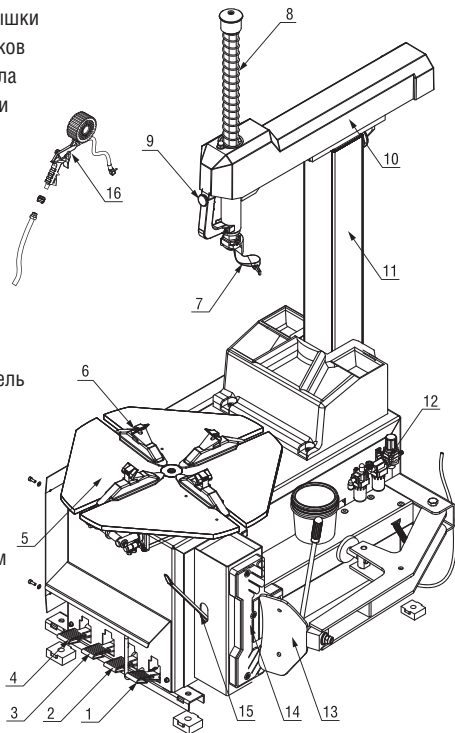

Рисунок 2 – Общий вид шиномонтажного стенда
2. Нажмите педаль вращения стола (3, рис. 2). Монтажный стол должен вращаться по часовой стрелке. Поднимите педаль. Стол должен вращаться против часовой стрелки.
3. Нажмите педаль отжима покрышки (1, рис. 2) до срабатывания лопаты отжима. При отпускании педали она должна вернуться в исходное положение.
4. Нажмите педаль зажима кулачков (2, рис. 2) для разведения кулачков. При повторном нажатии на педаль кулачки сходятся.
5. Нажмите на спусковой крючок на пистолете накачки для выпуска воздуха из наконечника (16, рис. 2).
2. Установите колесо на монтажный стол (5, рис. 2).
- Поместите четыре кулачка (6, рис. 2) в положение, отмеченное маркировкой на столике, выжимая до половины вниз педаль зажима (2, рис. 2).
4. Опустите штангу (8, рис. 2), пока монтажная головка (7, рис. 2) не окажется рядом с ободом над колесом. При помощи блокировки зафиксируйте положение штанги.
6. Поднимите закраину покрышки на носик монтажной головки. Для этого вставьте монтажную лопатку между закраиной шины и носиком монтажной головки, затем приподнимите педаль вращения стола (3, рис. 2).
7. Удерживая монтажную лопатку (15, рис. 2) в нужном положении, вращайте стол по часовой стрелке, полностью выжав педаль вращения стола. Продолжайте, пока шина полностью не отделится от обода.
3. Зафиксируйте обод колеса при помощи внутренних частей кулачков (6, рис. 2).
1. Чтобы накачать шину, наденьте наконечник пистолета для накачки (16, рис. 2) на ниппель шины при положении запирающего рычажка «UP» («вверх»). Убедитесь, что сопло плотно обхватывает ниппель.